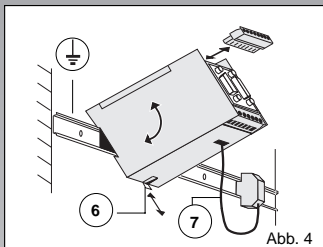

Abb. 4
### 2.2. Montage im Schaltschrank (Abb. 4)
## 2.3. Erdanschluß (Abb. 4/5)
Das Vorhandensein der Funktionserde (Bezugspotential ⑦, Abb.4) ist für die **Schirmung und Transientenableitung** zwingend erforderlich (vgl. Funktionsschaltbild).